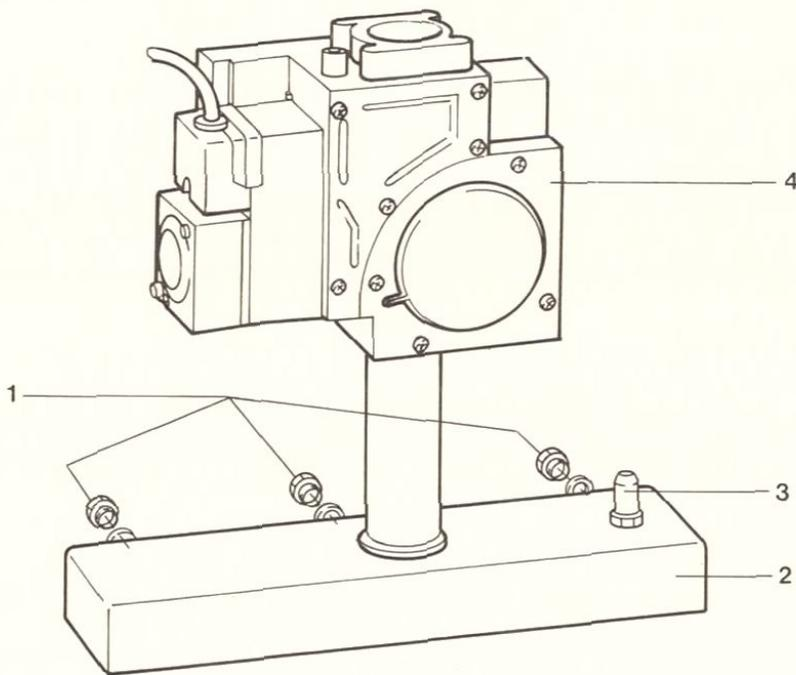

Abb. 19
Legende zu Abb. 19
- b) Brennerdüsen (1), Abb. 19, austauschen.